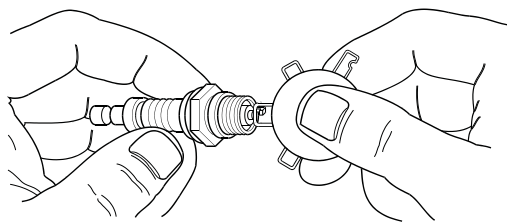

Рисунок 4-3: Регулировка зазора свечей зажигания
5. Проверьте зазор между свечами зажигания с помощью проволочного калибра толщины. См. Рисунок 4-3. Отрегулируйте зазор, аккуратно отогнув заземляющий электрод на указанную величину.